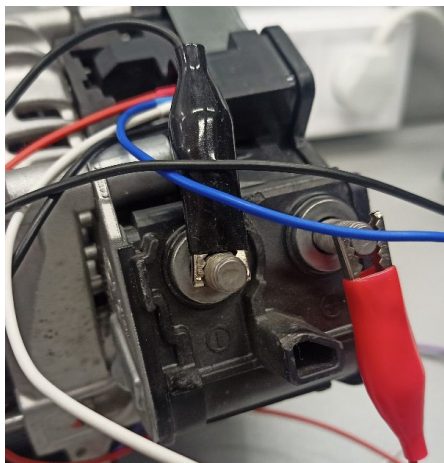

Рисунок 28. Подключение диагностического кабеля к силовым клеммам
2.2. Подключите красный зажим к В+ и черный зажим к В- к силовым клеммам генератора см. рис. 28.